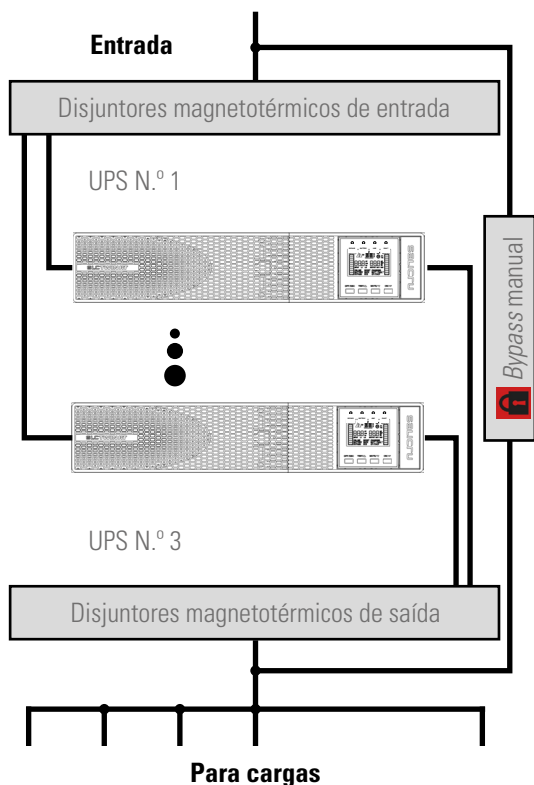

Fig. 18. Instalação em paralelo de dois UPS de 4 kVA a 10 kVA com quadro de proteções e *bypass* manual.
- É necessário equipar a instalação com sistemas em paralelo, com um quadro equipado com as proteções individuais de entrada e saída, além de um *bypass* manual com bloqueio mecânico; ver Fig. 18.
- A Fig. 18 representa conceptualmente um quadro de distribuição com *bypass* manual para um sistema em paralelo, representativo para um equipamento ao adaptar o número de interruptores.